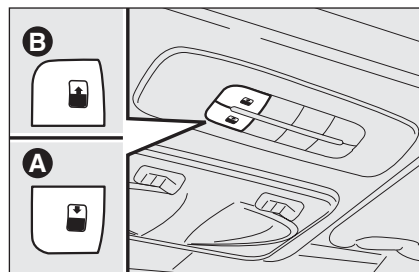
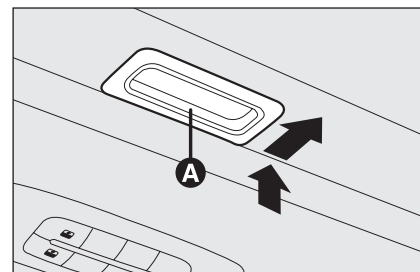

fig. 67
fig. 68
Il tetto apribile ad ampia vetratura è composto da due pannelli in vetro di cui uno fisso e uno mobile dotati di due tendine parasole (anteriore e posteriore) a movimentazione manuale. Le tendine possono essere utilizzate nelle posizioni “tutta chiusa” e “tutta aperta” (non hanno posizioni fisse intermedie). Per aprire le tendine: impugnare la maniglia **A-fig. 68**, svincolarla ed accompagnarla seguendo il senso indicato delle frecce fino alla posizione “tutta aperta”. Per chiuderle seguire il procedimento inverso. Il funzionamento del tetto apribile avviene solo con chiave di avviamento in posizione **MAR**. I comandi **A-B fig. 67** posti su plancia dedicata vicino alla plafoniera anteriore, comandano le funzioni di apertura/chiusura tetto apribile.
Premere il pulsante **B-fig. 67** e mantenerlo premuto, il pannello vetro anteriore si porterà in posizione “spoiler”; premere nuovamente il pulsante **B-fig. 67** e, agendo sul comando per più di mezzo secondo, si innesca il movimento del cristallo del tetto che prosegue automaticamente fino a fondo corsa; il cristallo del tetto può essere fermato in una posizione intermedia agendo nuovamente sul pulsante.
Dalla posizione di apertura completa, premere il pulsante **A-fig. 68** e, se si agisce sul pulsante per più di mezzo secondo, il cristallo anteriore del tetto si porterà automaticamente in posizione “spoiler”; agendo nuovamente sul pulsante, il cristallo del tetto si ferma in posizione intermedia; premere nuovamente il pulsante **A-fig. 68** e mantenerlo premuto fino alla chiusura completa del pannello.
- premere il pulsante **A-fig. 68** in posizione di chiusura;